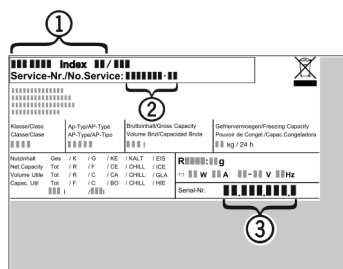

Fig. 9
- ▶ 读取铭牌上的设备名称 Fig. 9 (1)、服务号 Fig. 9 (2) 和序列号 Fig. 9 (3)。铭牌位于设备内左侧。
- ▶ 通知客户服务部,并告知设备名称 Fig. 9 (1)、服务号 Fig. 9 (2)和序列号 Fig. 9 (3)。